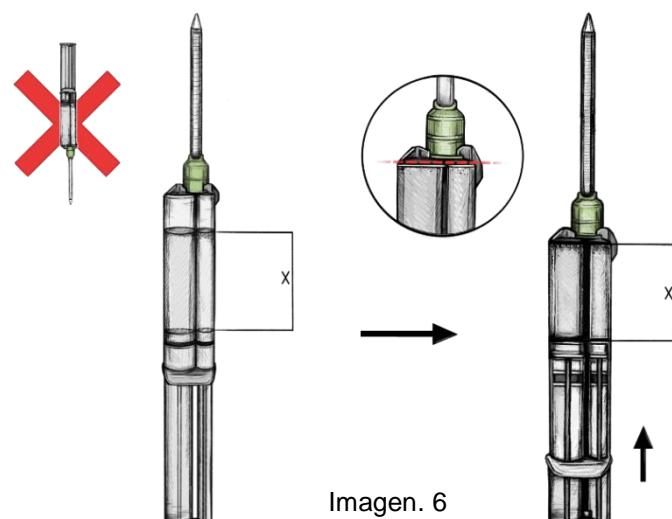

Imagen. 6
11. Comprima el émbolo hasta que las soluciones estén al mismo nivel que la parte superior del cuerpo de la jeringa (fig. 6). Una vez eliminado el espacio de aire residual, el dispositivo de administración estará listo para el cebado de la punta del aplicador.